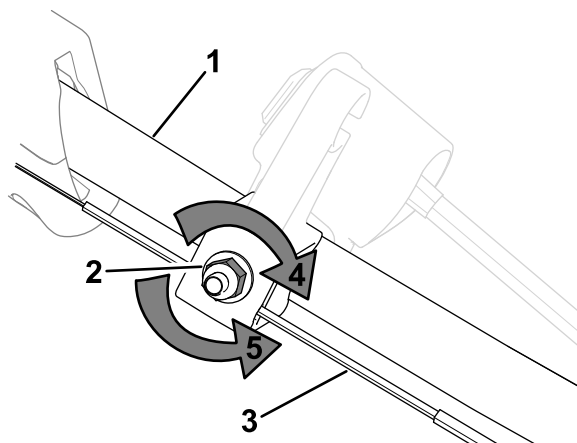

Figura 35
1. Rode a porca de ajuste no sentido contrário ao dos ponteiros do relógio para folgar o ajuste do cabo (Figura 35).
2. Ajuste a tensão do cabo (Figura 35) puxando-o para trás ou empurrando-o para a frente e mantendo a posição.